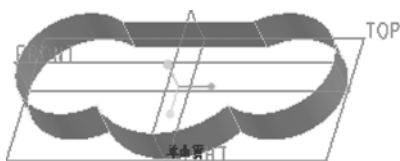

图 4-83 选择侧曲面作为拔模曲面
① 在功能区的“模型”选项卡的“工程”面板中单击“拔模”按钮，打开“拔模”选项卡。
- 2 结合〈Ctrl〉键选择如图 4-83 所示的 4 个侧曲面作为要拔模的曲面。